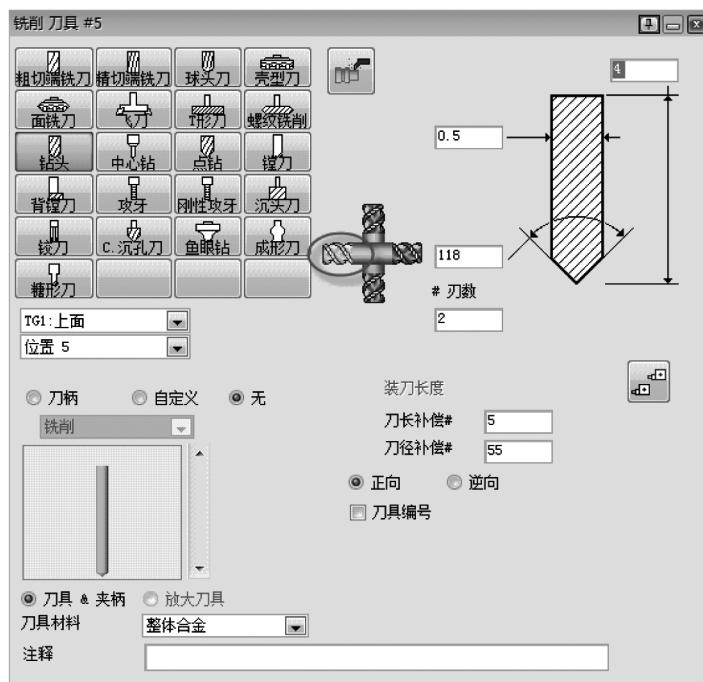

图 5-22 铣削刀具#5
- 7) 创建铣削刀具#5, 如图 5-22 所示。请注意刀具方向。